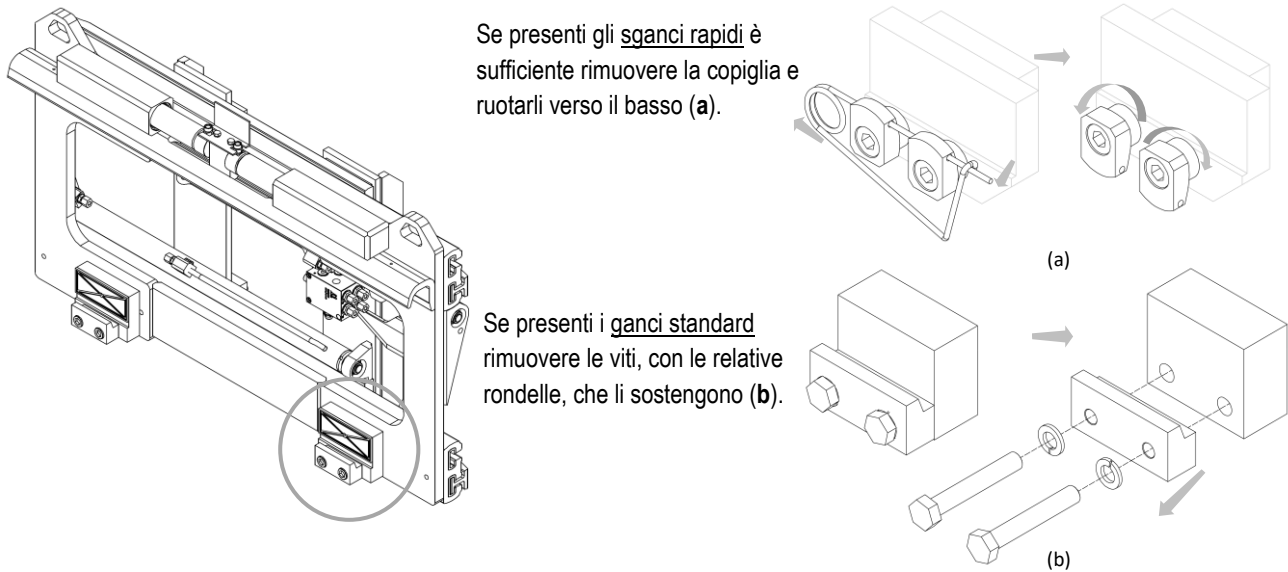

Figura 6
5. Rimuovere i ganci inferiori dall'attrezzatura e ingrassare i lardoni di scorrimento (vedi *Figura 6*).